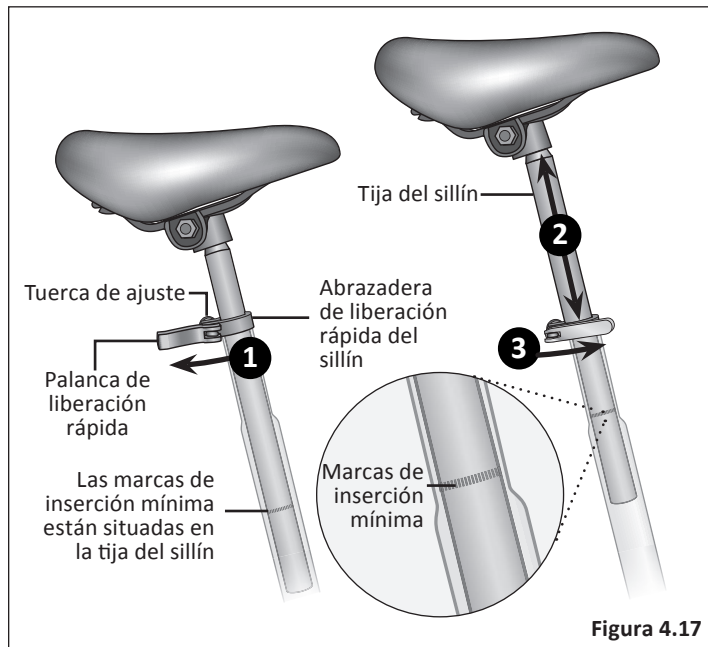

Figura 4.17
- 1 Desbloquee la palanca de liberación rápida. **Figura 4.17**